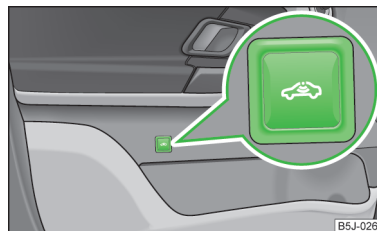

Abb. 17
- Die Symboltaste  » Abb. 17 in der Fahrertür drücken.